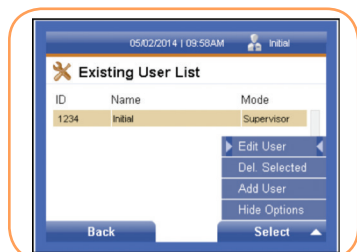

FIGURA 30
1. Seleccione el usuario que desee. Pulse la tecla programable derecha para acceder al menú Opciones (Figura 30).